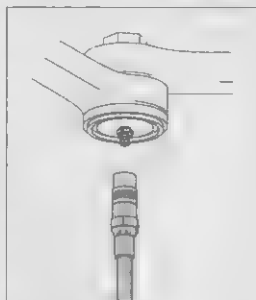

Рис. 16.5 Смазочный шприц с переходником и пресс-масленка
4. Поведите шприц к масленке и аккуратно выдавите немного смазки (рис. 16.5).